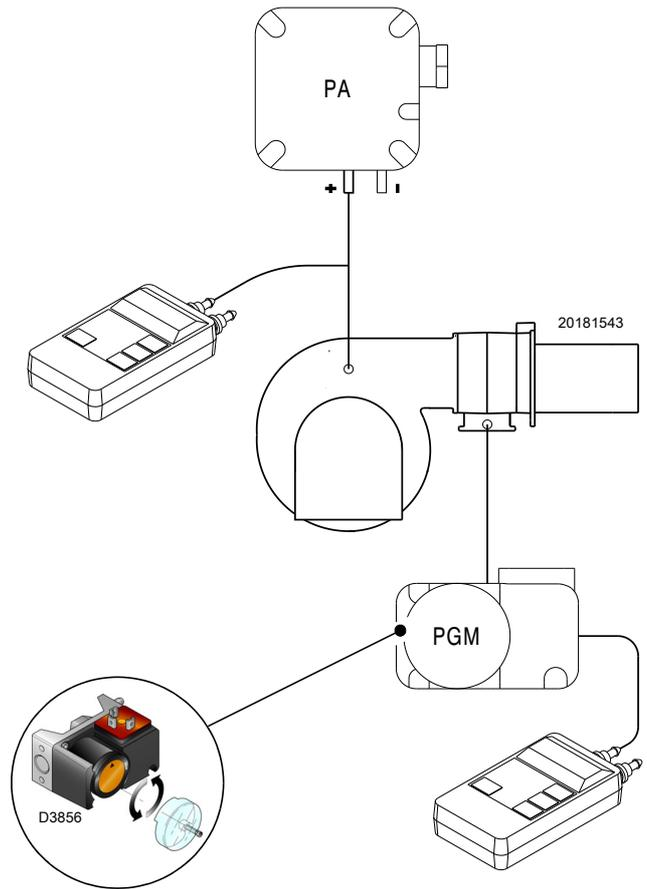

图 31
- ▶ 设定最大燃气压力开关（图 31 页 28）至量程的终止位置。
在完成所有其他燃烧器调整后，调整最大气体压力开关（图 31），并将最大气体压力开关设置在刻度的末端。